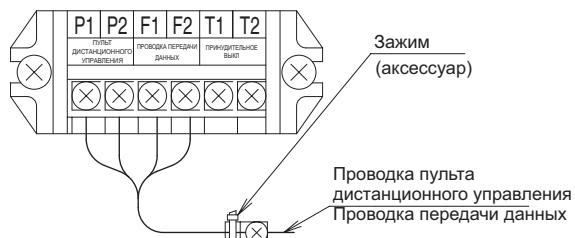

Рис.18
- Протянуть проводку для пульта дистанционного управления, проводку передачи данных и провод для компьютерного управления через отверстие в шкаф электрических устройств, и подсоединить к клеммам на Х3М клеммной колодки. После подсоединения закрепить с помощью комплектного зажима. (См. Рис. 18)